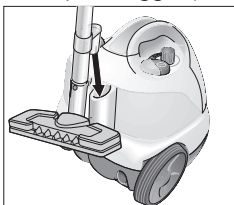

Fig.8: Posizione parcheggio
- In caso di brevi interruzioni è possibile inserire il tubo di prolunga con ugello montato in posizione parcheggio (si veda la fig. 8).